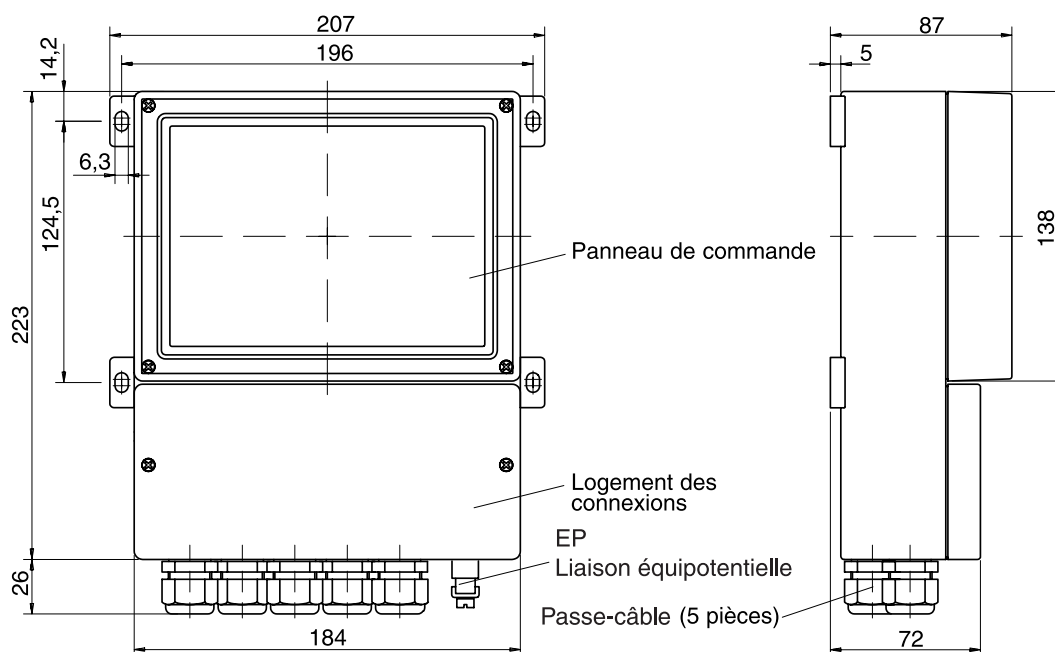

Fig. 1-1 Dessin coté Process Unit 77 (X) LF
- Le boîtier résistant aux intempéries autorise un montage mural direct, dessin coté voir Fig. 1-1.